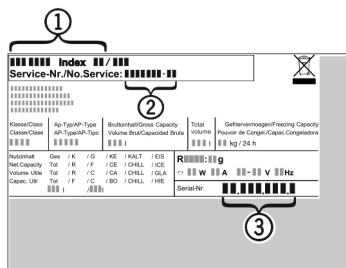

Fig. 9
- ▶ Apparaataanduiding Fig. 9 (1), servicenr. Fig. 9 (2) en serienr. Fig. 9 (3) van het typeplaatje aflezen. Het typeplaatje bevindt zich aan de linkerkant binnen in het apparaat.
- ▶ Contact opnemen met de Technische Dienst en het probleem, apparaataanduiding Fig. 9 (1), servicenr. Fig. 9 (2) en serienr. Fig. 9 (3) mededelen.